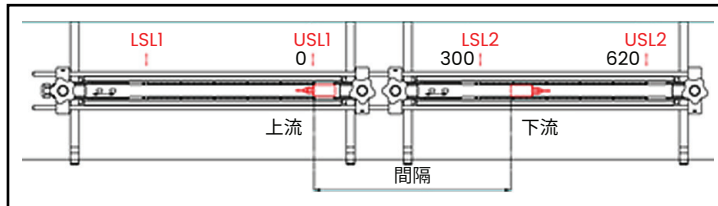
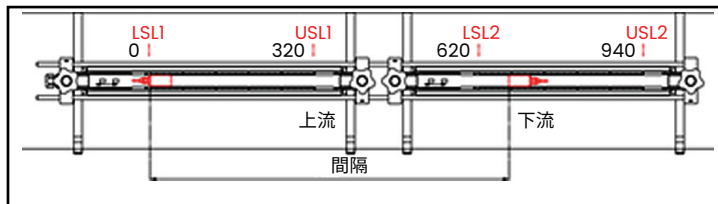

図 17：320 ～ 620 mm のトランスデューサ間隔で 2 個の治具
図 18：620 ～ 940 mm のトランスデューサ間隔で 2 個の治具
5. 以下の状況における設置完了例については、図 17 および図 18 を参照してください。